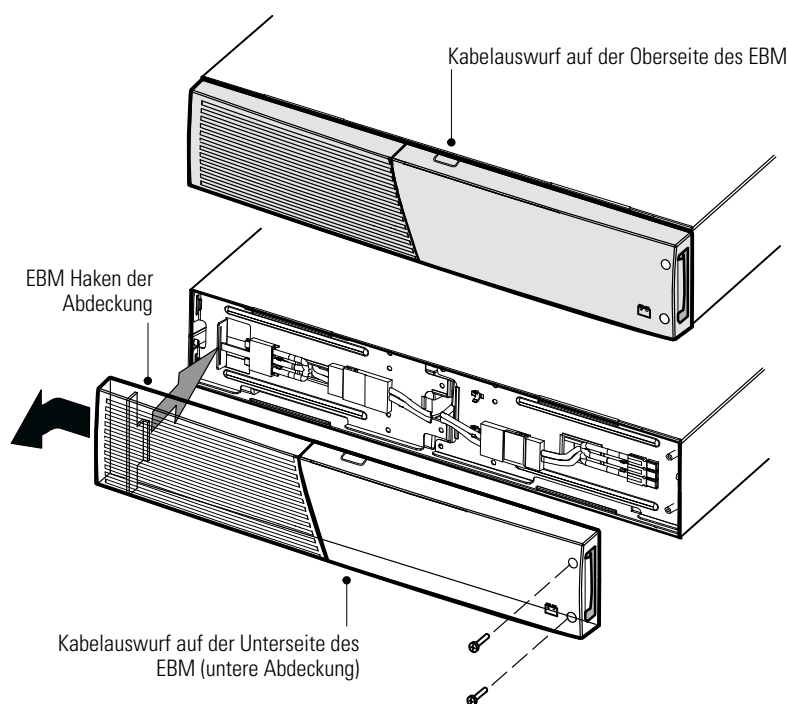

Abbildung 27. Entfernen der EBM Frontplatte
1. Entfernen Sie die Frontblende jedes einzelnen EBMs (siehe Abbildung 27).
5. Entfernen Sie Frontblende jedes neuen EBM (siehe Abbildung 27).
6. Entfernen Sie bei dem unteren (oder einzigen) EBM nur den Kabelauswurf an der Oberseite der Abdeckung (siehe Abbildung 27),
7. Falls Sie mehrere neue EBMs installieren, entfernen Sie jeweils den Kabelauswurf an der Ober- **und** Unterseite der Frontblende jedes einzelnen EBM (siehe Abbildung 27).
Überprüfen Sie vor dem Wiedereinsetzen jeder Frontblende, ob die Kabel durch die Auswürfe an der EBM Abdeckung verlegt sind. Schieben Sie die Abdeckung dann von rechts nach links, bis sie in die Befestigung an der linken Seite des EBM Gehäuses einrastet. Setzen Sie die beiden Schrauben an der rechten Seite der Frontblende wieder ein. Siehe Abbildung 27 auf Seite 50.